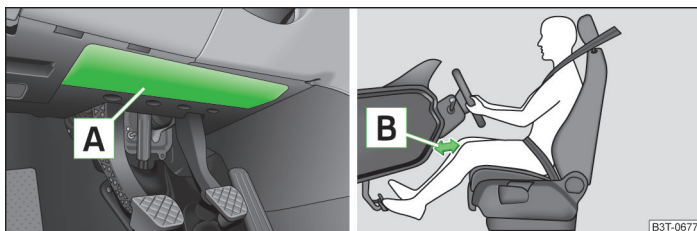

Abb. 156 Fahrer-Knieairbag unter der Lenksäule
Der Fahrer-Knieairbag **A** ist im unteren Teil der Schalttafel unter der Lenksäule untergebracht » Abb. 156.
- Den Fahrersitz in Längsrichtung so einstellen, dass der Abstand der Beine **B** zur Schalttafel im Bereich des Knieairbags mindestens 10 cm beträgt » Abb. 156. Falls es aus Gründen der Körpergröße nicht möglich sein sollte, diese Bedingung zu erfüllen, dann ist ein Fachbetrieb aufzusuchen.